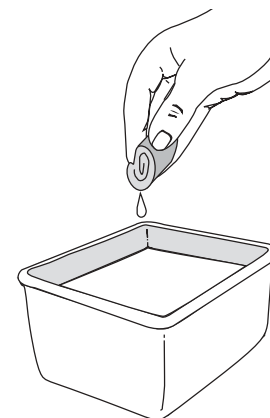

Fig. 38
3. Lave el filtro con agua y detergente (Fig. 38). Enjuague bien el filtro. Escurra el exceso de agua. Déjelo secar por completo.